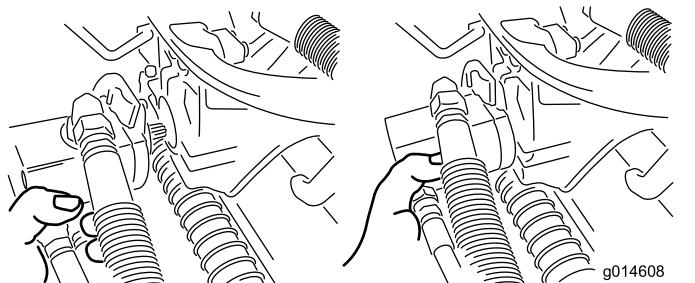

図 33
3. 外したモータは、サスペンションアームの前部にある一時保管位置にセットしておく図 33。